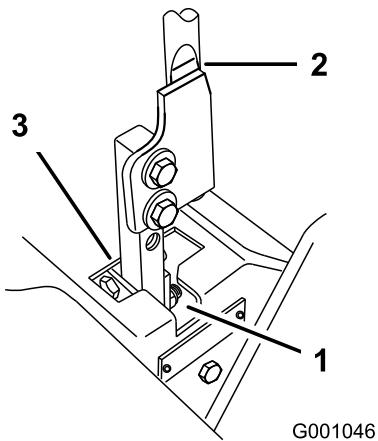

Figura 68
5. Mettete la leva in folle **senza bloccarla** (Figura 68).
6. Tirate indietro la leva finché il perno con testa (sul braccio sottostante l'albero di articolazione) non tocca l'estremità della tacca (iniziate a premere sulla molla) (Figura 68).
7. Controllate dove la leva di comando corrisponde alla tacca nella console (Figura 68). Dev'essere al centro, e consentire lo spostamento della leva verso l'esterno, in posizione di bloccaggio in folle.